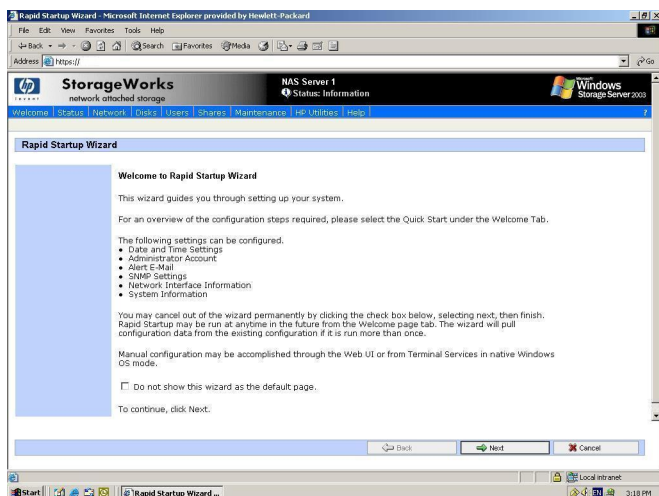

图 1 快速启动向导屏幕
4. 登录到 WebUI。这将启动目标 HP ProLiant Storage Server 上的 WebUI 配置应用程序（快速启动），如图 1 所示。
5. 打开 Internet Explorer 以启动目标存储服务器上的 WebUI 配置应用程序（快速启动），如图 1所示。如果 WebUI 未启动，请连接到本地主机，然后登录到 WebUI。
请确保 Internet Explorer 窗口打开并且 WebUI 位于“快速启动向导”屏幕，如图 1所示。